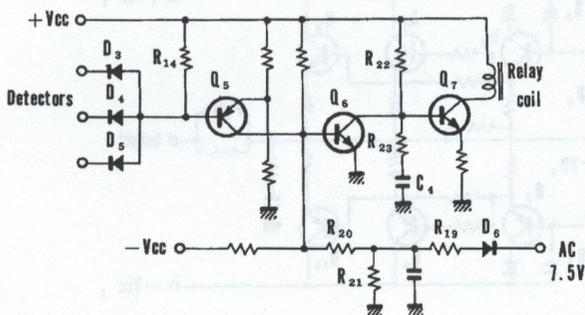

Fig. 19
1. Relay Drive Circuit (Fig. 19)